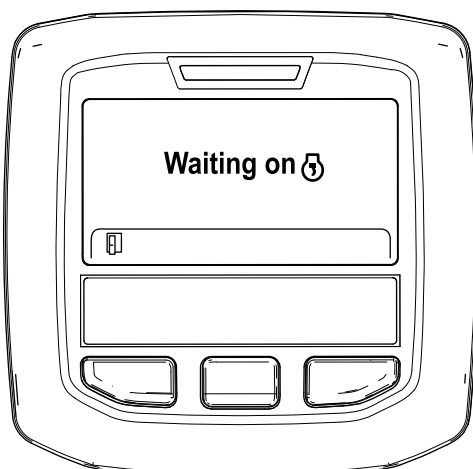

Рисунок 37
- В. «Waiting on » («Ожидание») (Рисунок 37).